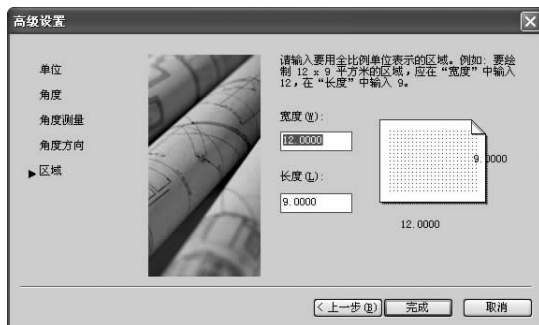

图 1-32 设置要使用全局比例单位表示的区域
⑥ 设置完成角度的测量方向后，单击【下一步】按钮，在最后打开的【高级设置】对话框中可以设置要使用全比例单位表示的区域，如图 1-32 所示。用户在此设置完宽度和长度后，从对话框的右侧可以预览纸张的大致形状。